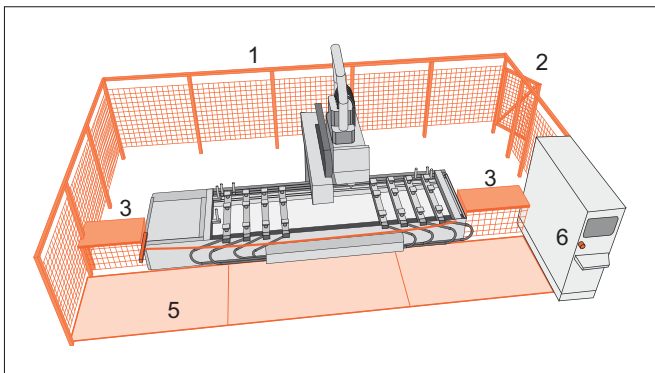
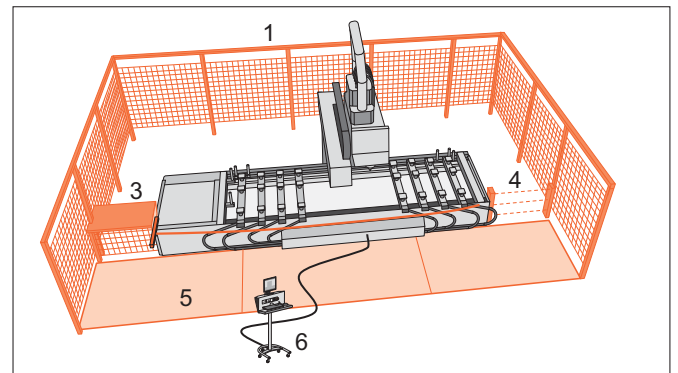

Bild 6: Lösung mit Schaltmatten und zwei festen Schutzeinrichtungen (3)
Bild 7: Lösung mit Schaltmatten und mehrstrahliger Lichtschranke (4)
- z. B. siehe Bild 6, Pos. 2 oder Bild 7, Pos. 4